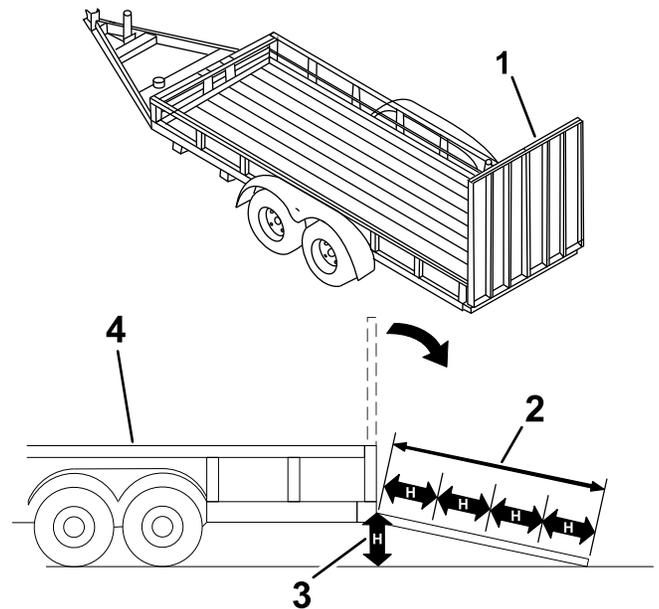

図 27
マシンをトレーラなどに搭載する作業は、機体を転倒させる危険をはらんでおり、万一そのような事故が起こると死亡事故など重大な人身事故となる図 27。
3. ランプ板を下ろす 図 27。